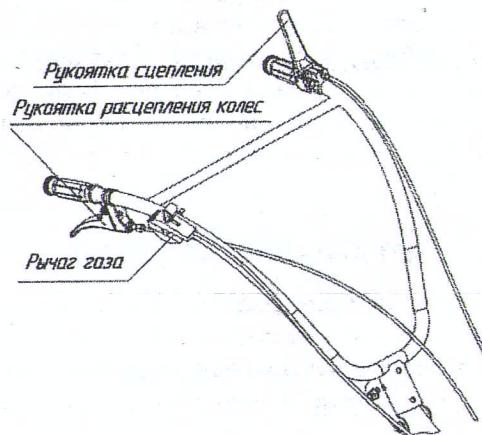
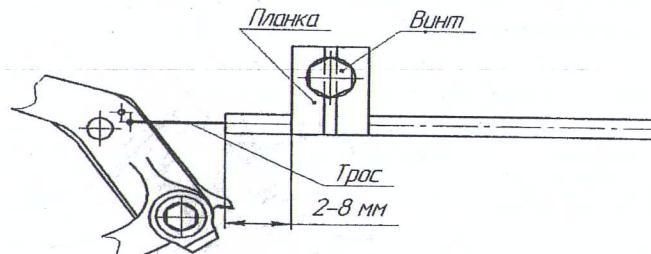

Рис.3. Схема установки органов управления на руль мотоблока.
Рис.5. Схемы крепления троса газа.
Рукоятка расцепления колес (рис.3) – расположена на правой рукоятке руля.
Рукоятка сцепления (рис.3) – расположена на левой рукоятке руля.
Рычаг газа (рис.3) - на правой рукоятке руля.
- 5) Установите рулевую колонку и руль с рычагами управления на место, согласно рис.1, рис.2 и рис.3.
Рычаг газа установите на правую рукоятку руля (рис.3). Закрепите механизм в отверстии с помощью винта M6, пружинной шайбы и гайки M6. Проверьте плавность работы механизма возвратно-поступательными движениями рычага. Присоедините тросы управления дроссельной заслонкой (троса газа) (рис. 5).